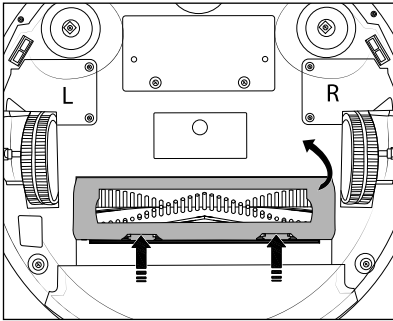

Abb. 14
- ◆ Drücken Sie auf die beiden Entriegelungstasten der Bürstenrollenabdeckung **17**, um diese zu lösen. Nehmen Sie die Bürstenrollenabdeckung **17** vom Gerät ab (siehe Abb. 14).